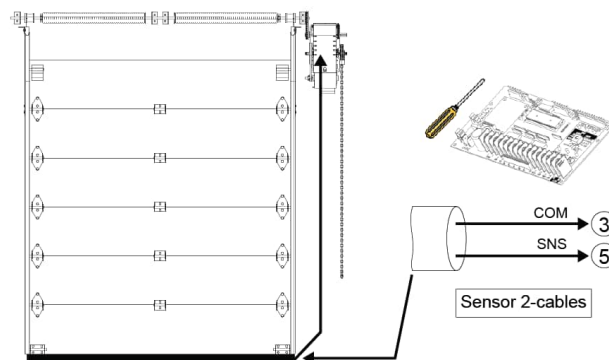

Figura 38 - Borde de detección eléctrico
3. Utilizar un cable en espiral o carrete de recogida para conectar los cables del sensor de inversión a los terminales del operador. Instalar los cables eléctricos de acuerdo a la Figura 38.